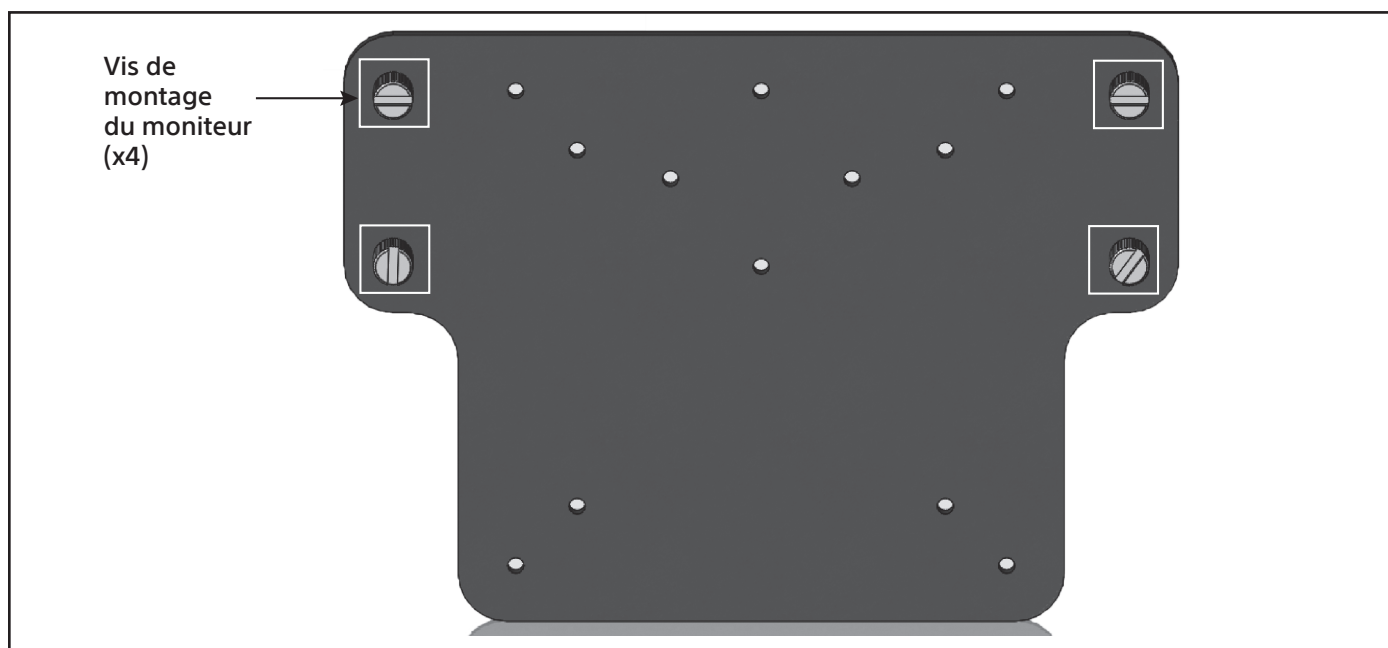
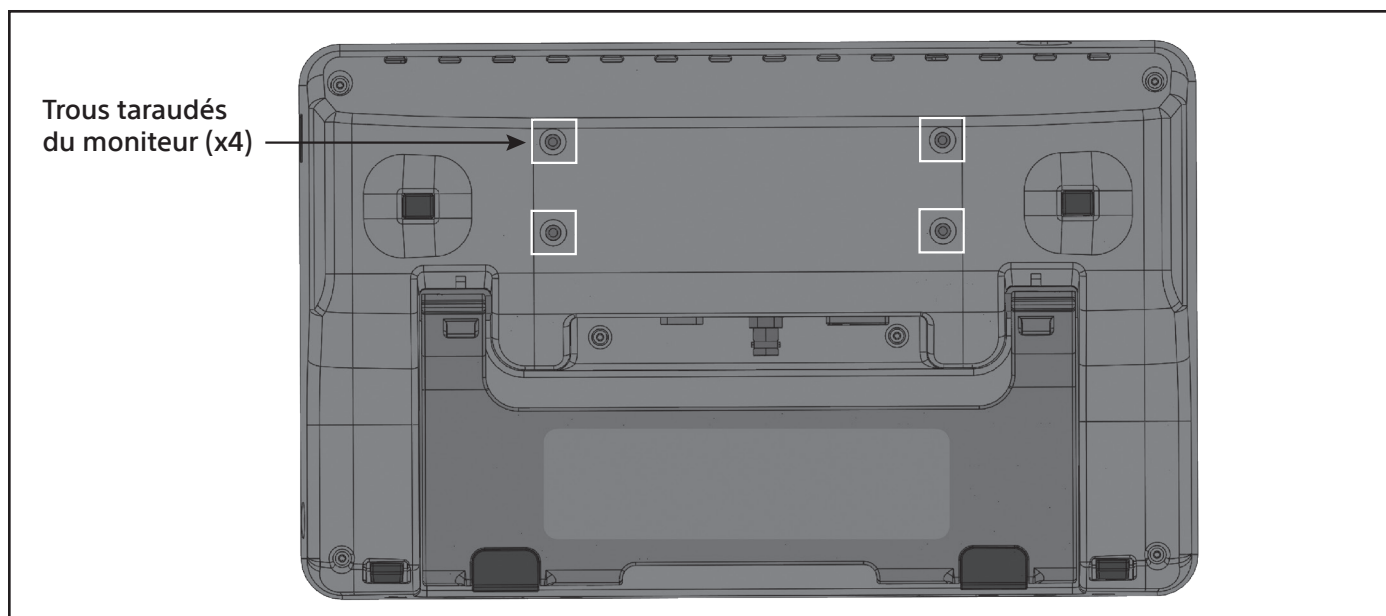

Figure 19. Alignement des vis du support du moniteur
Figure 20. Trous taraudés du moniteur
4. Aligner les vis du support du moniteur (figure 19) sur les trous taraudés à l'arrière du moniteur EXALT (figure 20).